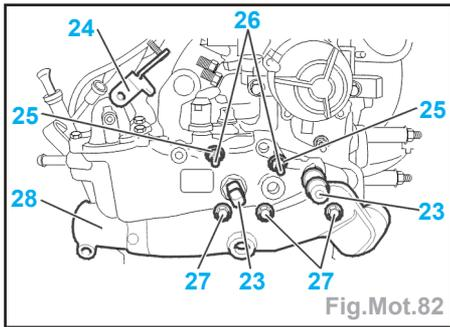

Fig.Mot.82
- Reposer le collecteur de sortie d'eau (28) équipé d'un joint neuf (Fig.Mot.82).